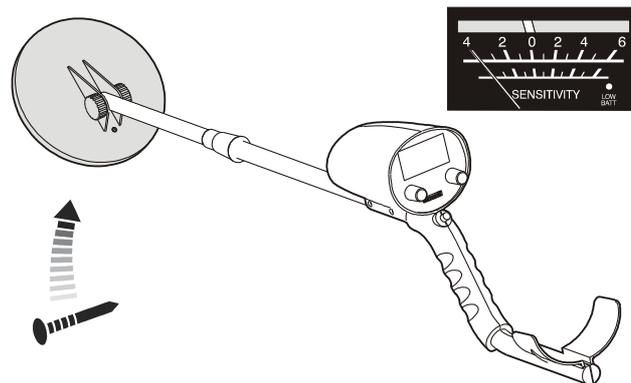

Abb. 11
- Wenn sich die Suchspule langsam dem Eisennagel nähert, schlägt der Messzeiger nach links aus und der Ton nimmt an Stärke ab. Je näher sich die Spule dem Eisennagel nähert, desto weiter schlägt der Messzeiger nach links aus und der Ton wird immer leiser, bis er vollständig erlischt. (Abb. 11)